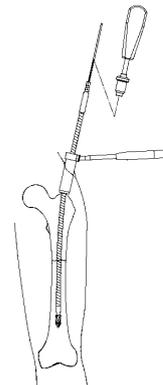

図2
- 2) ロングガイドワイヤーの挿入後、ロングフレキシブルリーマーを用いて遠位部をリーミングします。(図2)